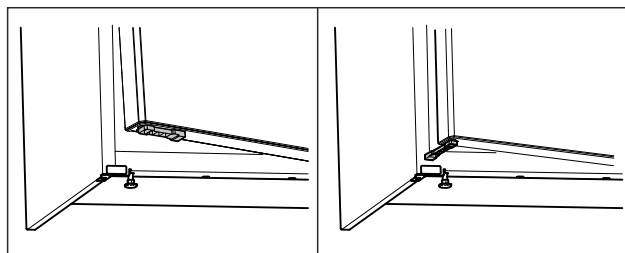

Fig. 63 \*
- ▶ Drei døråpningsbegrenseren med 90°. (se Fig. 63) \*